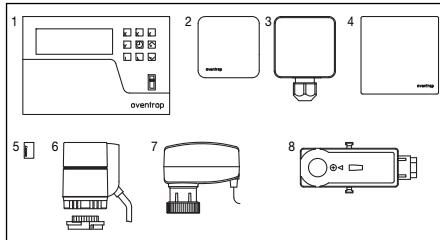

Abb. 5.2 Vorlauftemperaturregelset (optional)
Das Anfahren der jeweiligen Ventiltellerstellung am Dreiwegeventil erfolgt mit Hilfe des elektromotorischen Stellantriebes 24 V (0 - 10 V) aus dem optional erhältlichen Vorlauftemperaturregelset (Art. Nr. 115 20 20 Abb. 5.2) zum witterungsgefährten Heizen und Kühlen (siehe auch Abschnitt 8 Zubehör). Der Stellantrieb erhält dabei seine Signale von einem elektrischen Regler Heizen/Kühlen. Um eine Einbaulage senkrecht nach unten zu vermeiden, wird der Stellantrieb zusammen mit einem Winkeladapter auf das Dreiwegeventil montiert.
Die Installation der in dem Vorlauftemperaturregelset enthaltenen Komponenten (siehe Abb. 5.2 und Abschnitt 8 Zubehör) nach den entsprechenden Einbauanleitungen durchführen.
- 115 20 20 Vorlauftemperaturregelset (s. Abb. 5.2)